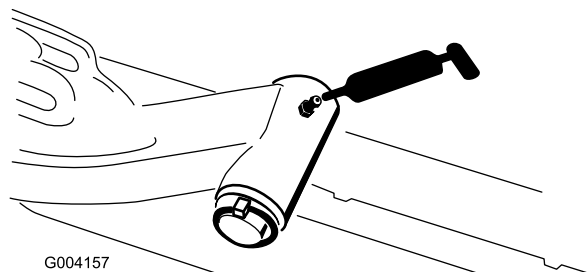

Рисунок 32
- Ось поворота подъемного рычага (по 1 шт.) (Рисунок 32)